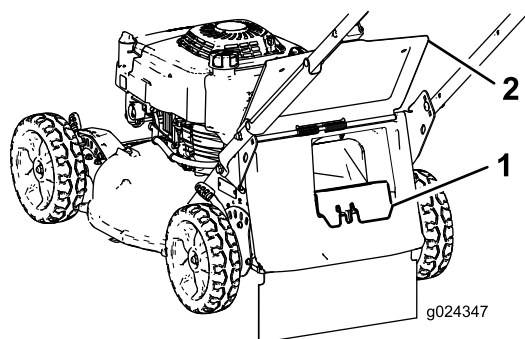

Figura 17
- Se il coperchio di scarico posteriore non è installato, afferratelo dalla maniglia, sollevate lo sportello posteriore e inseritelo nel condotto di scarico posteriore fino a bloccare il fermo in posizione (Figura 17).
3. Rimuovete il coperchio di scarico posteriore premendo il fermo con il pollice ed estraendo il coperchio dalla macchina (Figura 17).